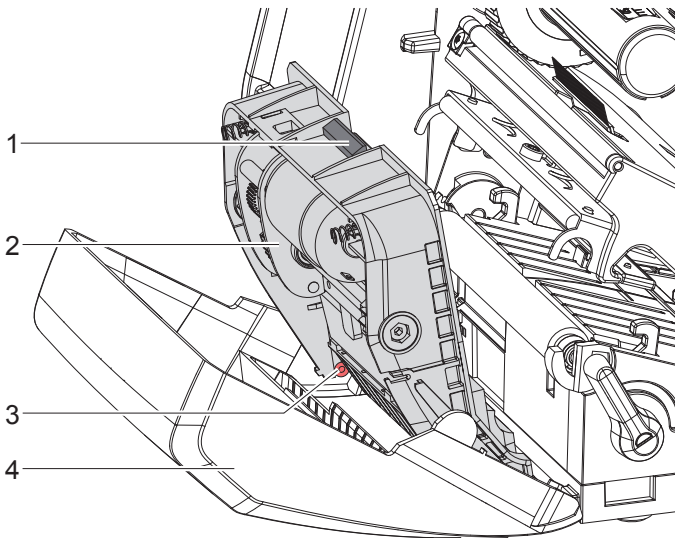

Bild 4 Perforator ausbauen
- ▶ Welle (6) mit Torx-Schraubendreher TX10 im Uhrzeigersinn drehen, bis die Zahnstangen (7) außer Eingriff sind.
- ▶ Obere Klinge (9) aus den Führungen (8) herausziehen.
- ▶ Untere Klinge (10) herausnehmen.
- ▶ Untere Klinge von oben in die Halterungen (11) einsetzen.
- ▶ Gegebenenfalls Federn (12) wieder in die Federtaschen (13) legen.
- ▶ Zum Einbauen der oberen Klinge untere Klinge auf die Blende drücken, obere Klinge in die Führung einlegen und soweit nach oben schieben, bis die Zahnstangen (7) von den Zahnrädern (5) erfasst werden.
- ▶ Welle (6) mit Torx-Schraubendreher TX10 gegen den Uhrzeigersinn drehen, bis die Klinge den oberen Anschlag erreicht hat.
5. Perforatorbaugruppe (2) gemäß Bild 4 in die Achsen (3) einhängen und bis zum Einrasten in die Blende (4) schwenken.